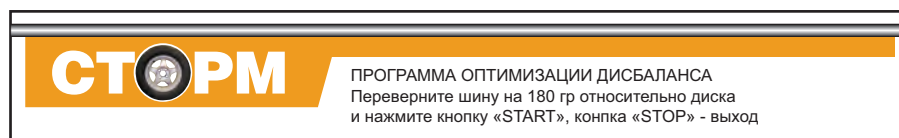

рис. 15.2
15.3. Запустите СБ. Пояснительная надпись на экране монитора изменится (рис. 15.2).